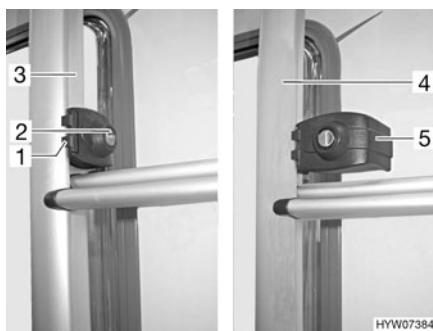

Fig. 1 Bloqueo de la escalera trasera
- Introducir la llave en el cilindro de cierre (Fig. 1,2) del bloqueo de la escalera trasera (Fig. 1,1) y girar un cuarto de vuelta hasta que la llave quede en posición vertical.
- Sujetar la parte plegable de la escalera trasera (Fig. 1,4) y girar el circlip hacia fuera (Fig. 1,5).
- Introducir la llave en el cilindro de cierre (Fig. 1,2) del bloqueo de la escalera trasera (Fig. 1,1).
- Girar el circlip (Fig. 1,5) hacia dentro alrededor del tubo de la parte fija de la escalera trasera (Fig. 1,3).